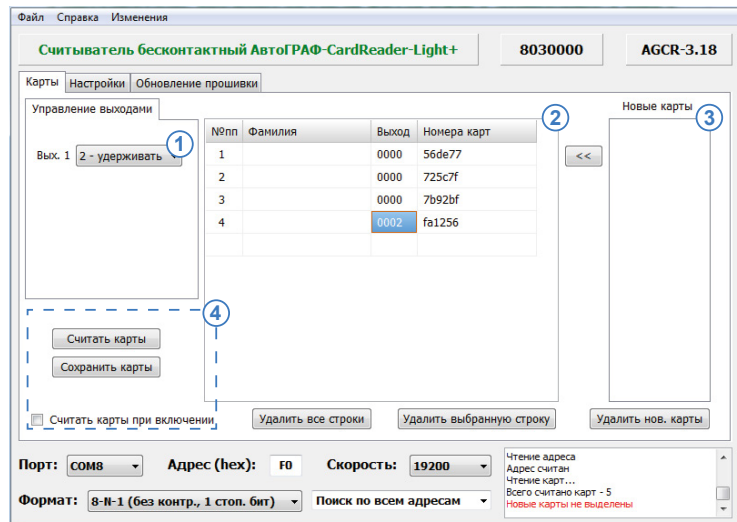

Рис.5. Вкладка «Карты».
- **вручную** – для этого необходимо ввести в поле «Номера карт» списка карт (Рис.5, п.2) номер нужной карты;
- **считать номер карты при помощи считывателя.** Для этого подключите АвтоГРАФ-CardReader-Light/Light+ к компьютеру и вставьте карту в считыватель. Номер карты будет считан в программу и появится в списке «Новые карт» (Рис.5, п.3).
После добавления новой карты в список карт считывателя необходимо задать состояние выхода считывателя АвтоГРАФ-CardReader-Light/Light+, в которое выход будет переключаться при подключении этой карты. Для этого необходимо выбрать карту в списке карт считывателя и настроить состояние выхода в разделе «Управление выходами» (Рис.5, п.1).
После настройки списка карт необходимо сохранить список. Для этого необходимо нажать кнопку «Сохранить карты» (Рис.5, п.4). При сохранении списка карт в считывателе фамилии владельцев карт не сохраняются.
- считать из считывателя, подключенного к ПК (при нажатии кнопки «Считать карты», Рис.5, п.4). При считывании списка из считывателя, текущий список карт, загруженный в программу, будет очищен;
Если опция «Считывать карты при включении» (Рис.5, п.4) включена, то список карт, записанный в считыватель, загружается в программу автоматически при подключении устройства.